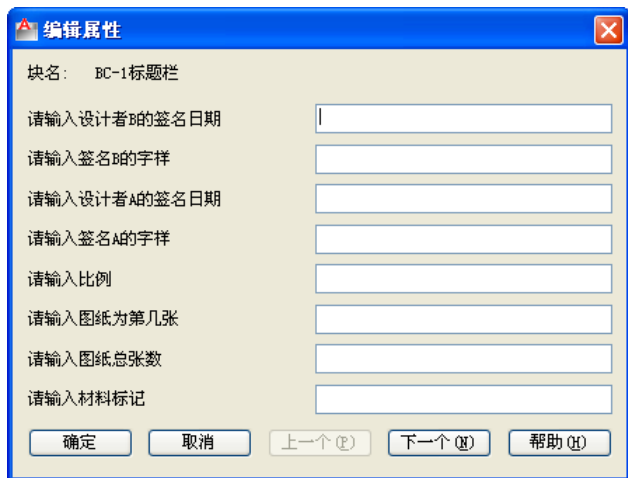

图 6-48 “编辑属性”对话框
(6) 使用同样的方法，按照表 6-3 提供的属性定义参数来创建其他的属性定义。
(13) 在“块定义”对话框中单击“确定”按钮，AutoCAD 系统弹出如图 6-48 所示的“编辑属性”对话框。若输入相应的属性值，则该值将显示在生成的块实例中。注意：有些属性需要单击“下一个”按钮才能显示在“编辑属性”对话框当前页中。